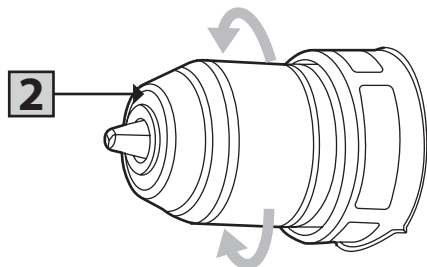

Рисунок 2.2.4.
1. Поверните втулку патрона «2» (рисунок 2.2.4) против часовой стрелки для открытия зажимных кулачков настолько, чтобы можно было вставить оснастку. Вставьте оснастку в патрон как можно глубже. Поверните втулку патрона «2» (рисунок 2.2.4) по часовой стрелке для затяжки патрона.
2. Для снятия биты, поверните втулку «2» (рисунок 2.2.4) против часовой стрелки. При использовании бит-насадок всегда